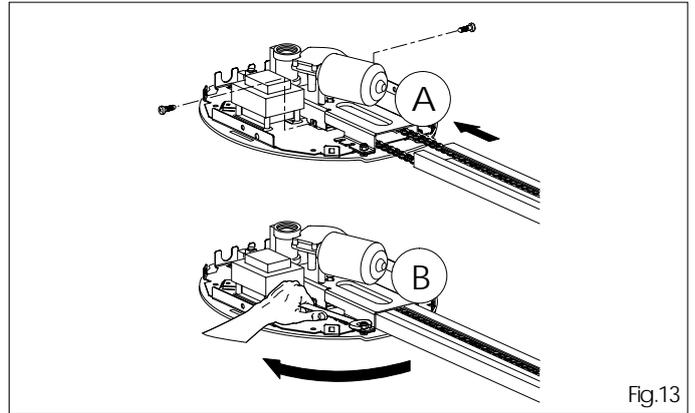

Fig.13
5.8 Coloquen de nuevo el grupo motor sobre el soporte, bloqueándolo con tornillos autorroscantes (fig.13 ref.A).
5.9 Aprieten el grupo motor con la específica llave (fig.13 ref.B).